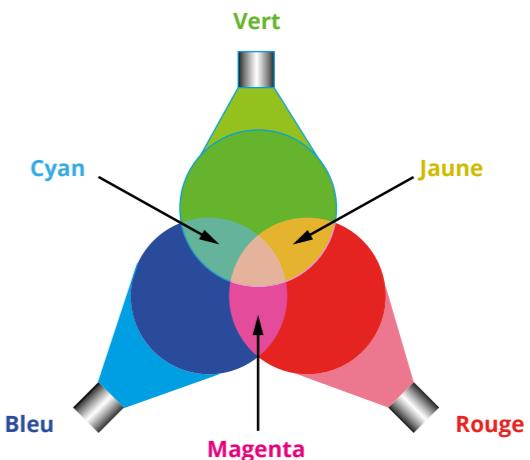

FIGURE 6.3: Principe de la synthèse additive.
- ▶ On parle de **synthèse additive** lorsque la superposition de plusieurs lumières colorées produit une nouvelle couleur (voir figure 6.3).